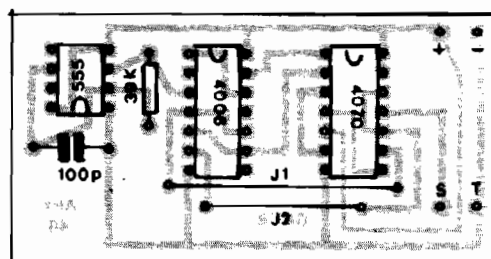

Fig. 3
- FIG. 3 - CHAPEADO DA MONTAGEM - Sobre o lado não cobreado da plaquinha, quase "nada": os três Integrados, o resistor, o capacitor e (não esquecer disso...) os dois jumpers (codificados como J1 e J2...), que nada mais são do que pedaços simples de fio interligando duas ilhas/furos específicos... O único ponto que requer um pouco mais de "zóio": a orientação de cada um dos Integrados, sempre referenciada pela marquilha existente em